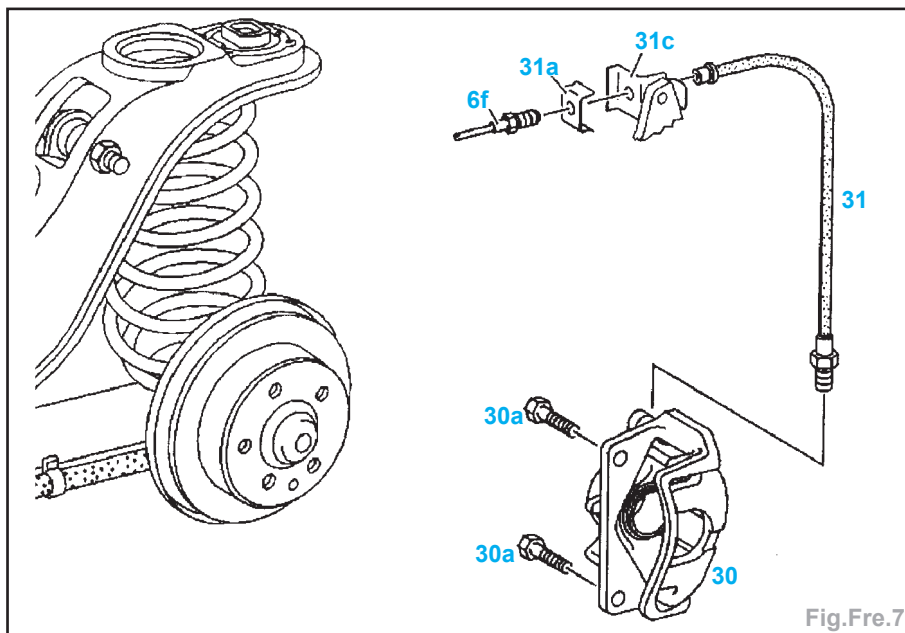

Fig.Fre.7
- Débrancher le flexible de frein (31) (Fig.Fre.7).